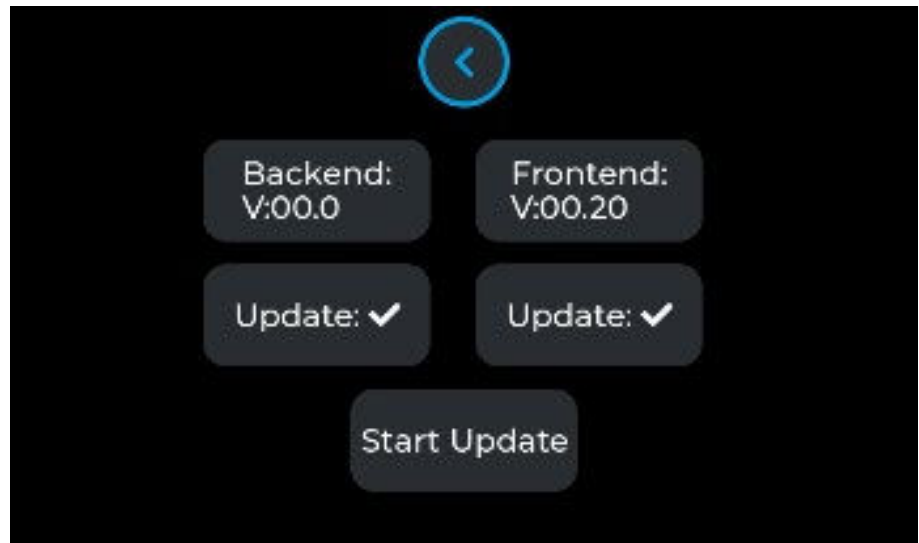

Abb. 6.9 Update Menü
- 6) Es öffnet sich ein Updatefenster wie in Abb. 6.9. Das Update kann mit dem „Start Update“ Button gestartet werden. Der prozentuale Fortschritt des Updates wird am Display angezeigt.